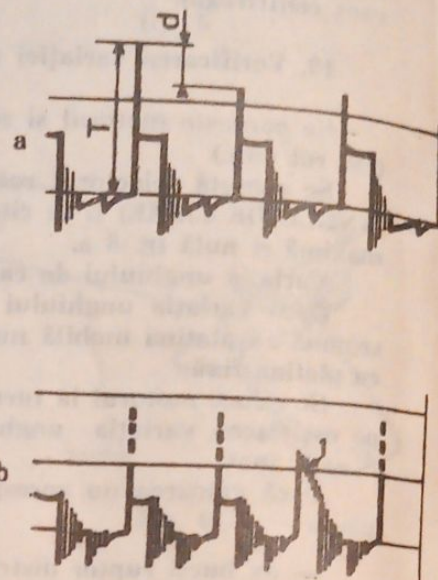

Fig. 12
Se pornește motorul și se aduce la turația de 1500 rot/minut. Se urmărește pe osciloscop diagrama obținută fig. 12 (a) și se citesc valorile.
Dacă la o tensiune de amorsaj la bujie apare o înclinație (1) fig. 12 (b.) înseamnă ca bujia respectivă este ancrasată sau cu izolație defectă.